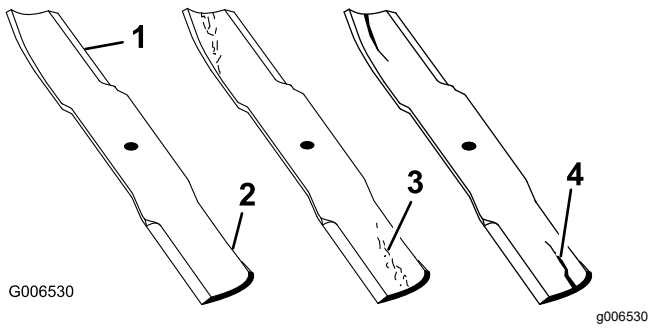

Figura 63
1. Controllate i taglienti (Figura 63).
4. Se notate incrinature, usura o scanalature in questa zona, montate immediatamente una nuova lama (Figura 63).